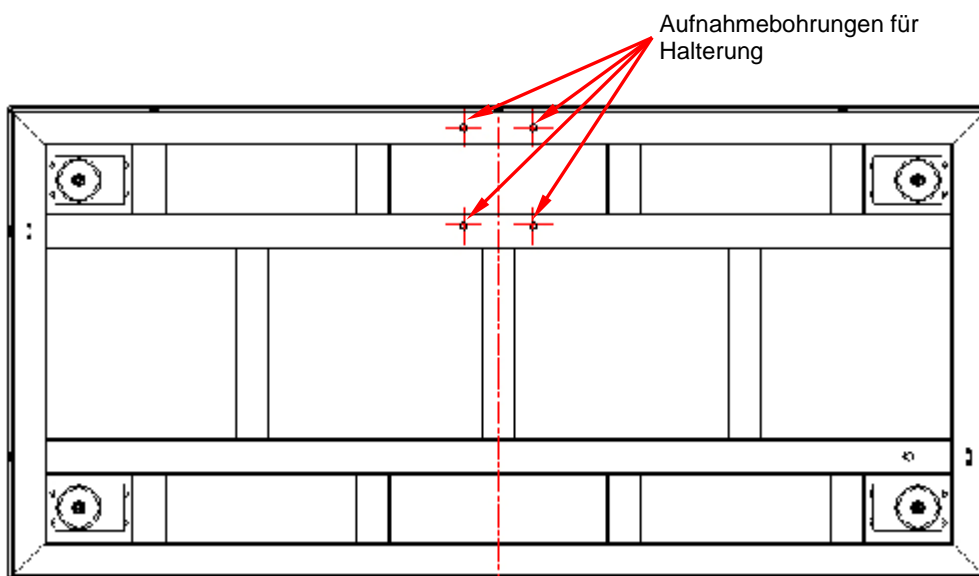
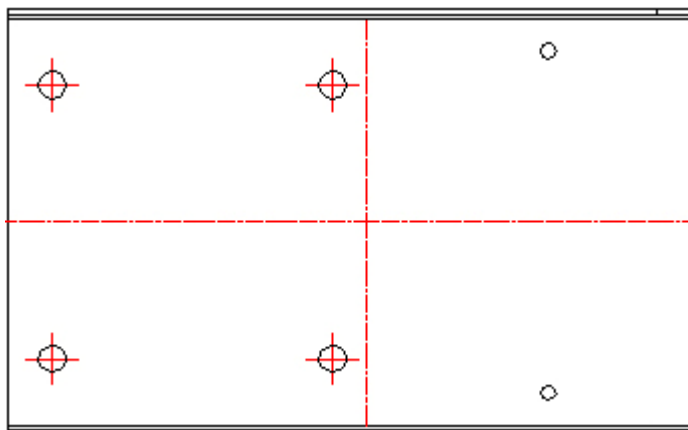

Bild 1 (Waagen-Unterseite)
Bild 2 (Halterungsplatte-Indikator)
- 1) Entnehmen Sie die 4 Schrauben aus den Gewindebohrungen von der Rückseite der Waage (Bild1)
- 6) Setzen Sie die Halterungsplatte (Bild2) deckungsgleich auf die 4 Gewindebohrungen des Rahmens auf der Unterseite der Waage (Bild1) und befestigen die Halterungsplatte mit den entsprechenden 4 Schrauben.